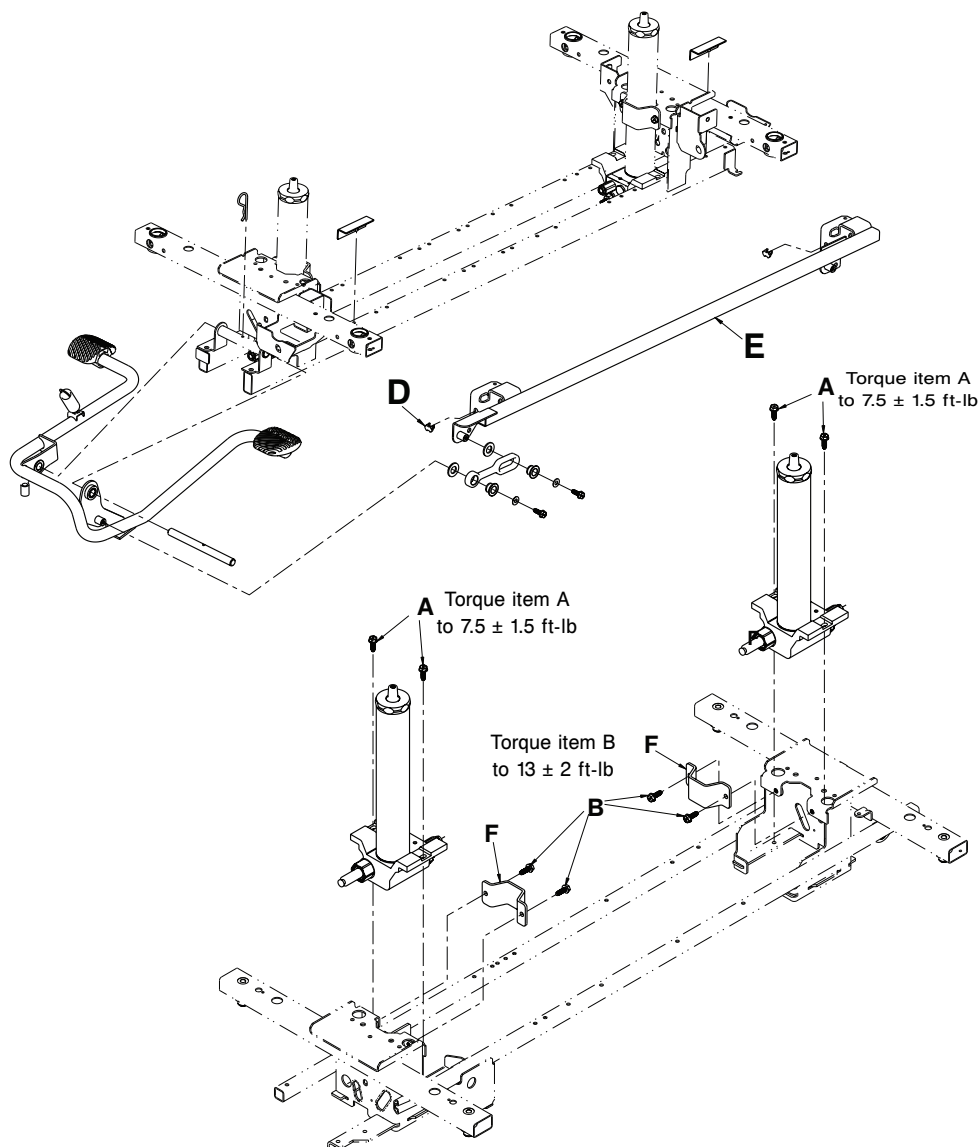

Figure 9 – Remplacer le vérin
4. Du côté tête du produit, utiliser une douille de 1/2 po avec une extension de clé de 3/8 po et une clé à cliquet de 3/8 po pour retirer les deux vis à tête hexagonale à embase (B) qui fixent le vérin du côté tête et le clamp du réservoir (F) au châssis de la base et retirer le clamp (Figure 9).
4. À l'aide d'une douille de 1/2 po avec une extension de clé de 3/8 po et une clé à cliquet de 3/8 po, retirer les deux vis à tête hexagonale à embase (B) qui fixent le vérin et le clamp du réservoir (F) au châssis de la base et retirer le clamp (Figure 9).